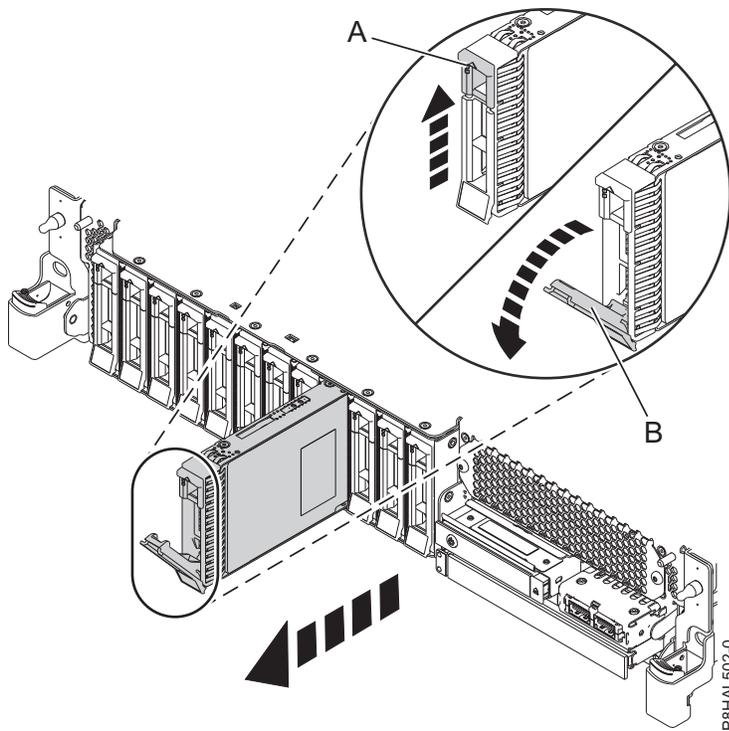
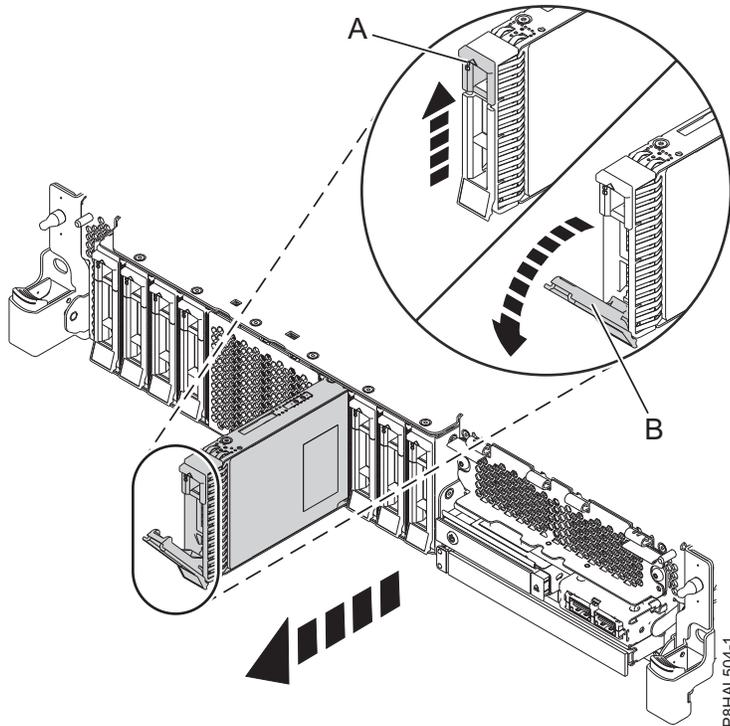

Abbildung 62. Plattenlaufwerk in einem System mit Basisfunktionen ausbauen
Abbildung 63. Plattenlaufwerk in einem System mit erweiterten Funktionen ausbauen
4. Wenn die Kennzeichnungs-LED leuchtet, ohne zu blinken, entriegeln Sie den Griff (**B**) des Laufwerks, indem Sie die Verriegelung (**A**) zusammendrücken und zu sich hin nach außen ziehen. Siehe Abb. 62 und Abb. 63 auf Seite 70. Wird der Griff nicht ganz nach außen gezogen, lässt sich das Solid-State-Laufwerk nicht aus dem System schieben.